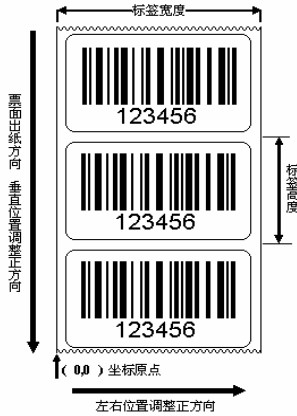

图 3.4.1
- 1) 出纸位置调整和打印位置调整以出纸方向为正（参见图 3.4.1）；
- 2) 左右位置调整以面对出纸方向向右为正（参见图 3.4.1）。